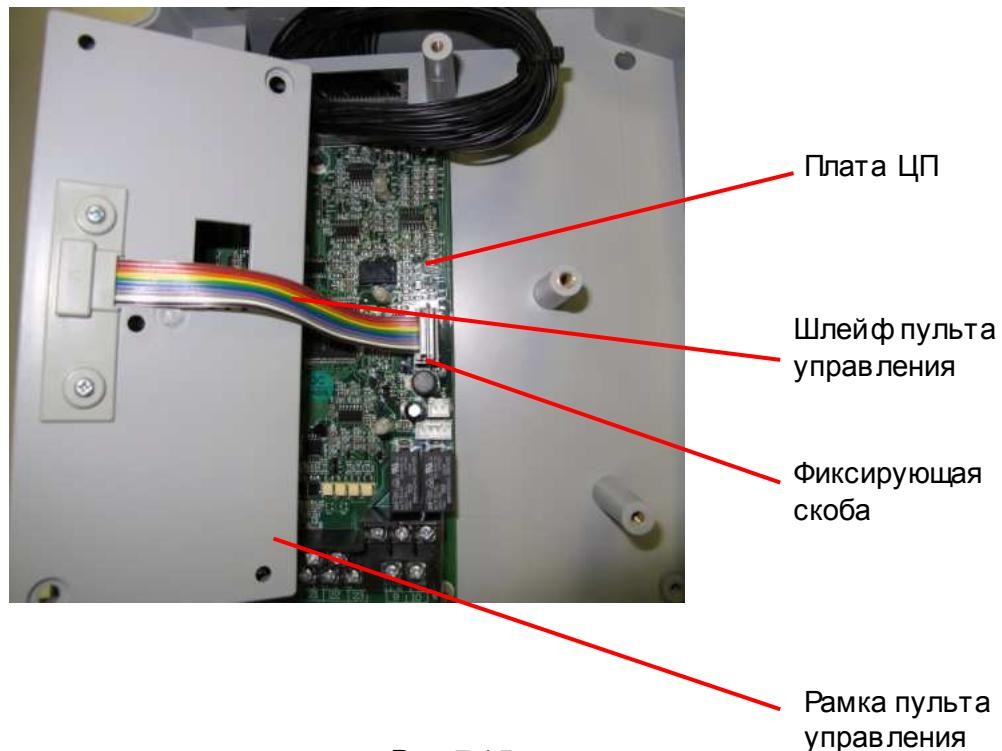

Рис. 7.15
- 7.8.1. Взять рамку со шлейфом, соединить его разъем с разъемом платы ЦП и закрепить фиксирующей скобой (рис. 7.15).